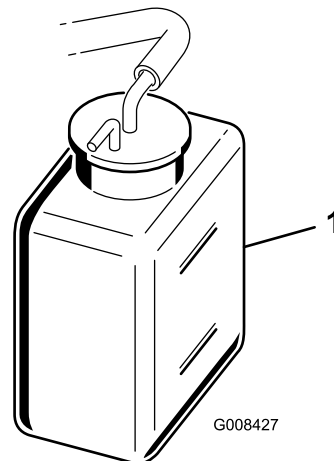

图31
2. 检查冷却液液位（图31）。发动机冷却时，液位应介于备用油箱的上下两条线之间。